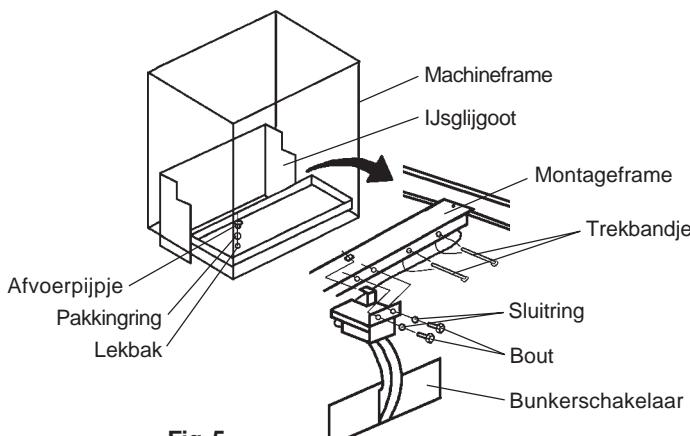

Fig. 5
6) Verwijder het afvoerpipje en de lekbak. Bevestig de bunkerschakelaar aan het montageframe met de twee meegeleverde bouten en platte sluitringen. Bevestig de bedrading van de bunkerschakelaar met de twee kunststof trekbandjes. Plaats de ijsglijgoot op het machineframe en plaats de lekbak terug. Zie afb. 5.